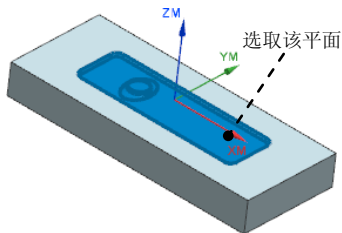

图 7.13 指定切削区域
Step2. 选取图 7.13 所示的面为切削区域 (共 18 个面), 在“切削区域”对话框中单击 **确定** 按钮, 完成切削区域的创建, 同时系统返回到“型腔铣”对话框。